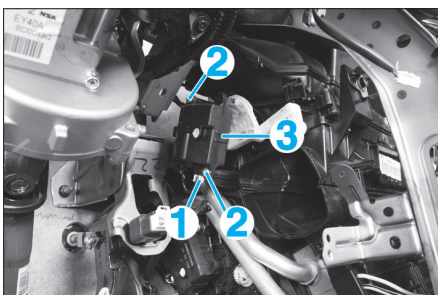

Fig. 22
- Débrancher le connecteur (1) (Fig.22),
- les vis (2),
- le motoréducteur (3).